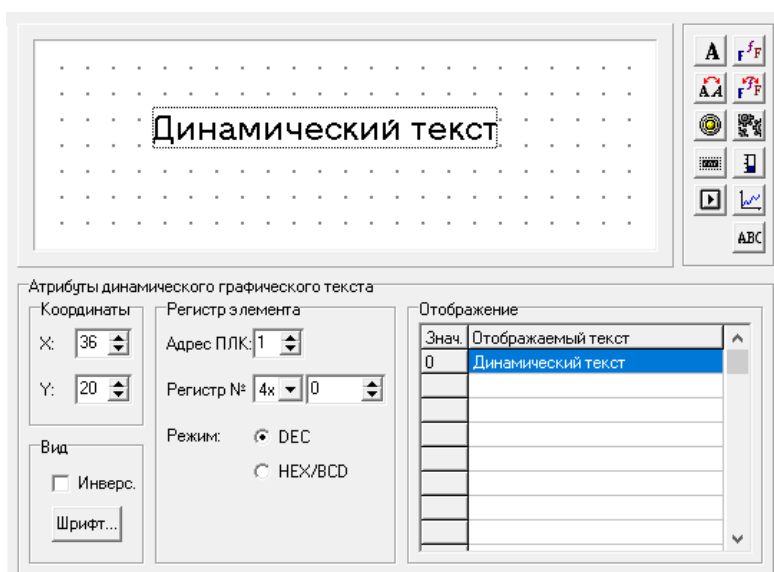

Рисунок 4.7 – Графический динамический текст
1. Нажать кнопку . Откроется область задания параметров изменяющихся текстов (см. рисунок 4.7).